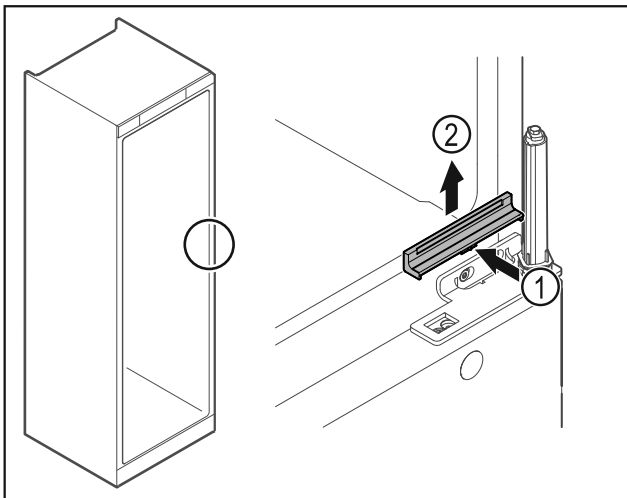

Fig. 31
- ▶ Слегка надавите на крышку по центру Fig. 31 (1) и снимите ее движением вверх Fig. 31 (2).